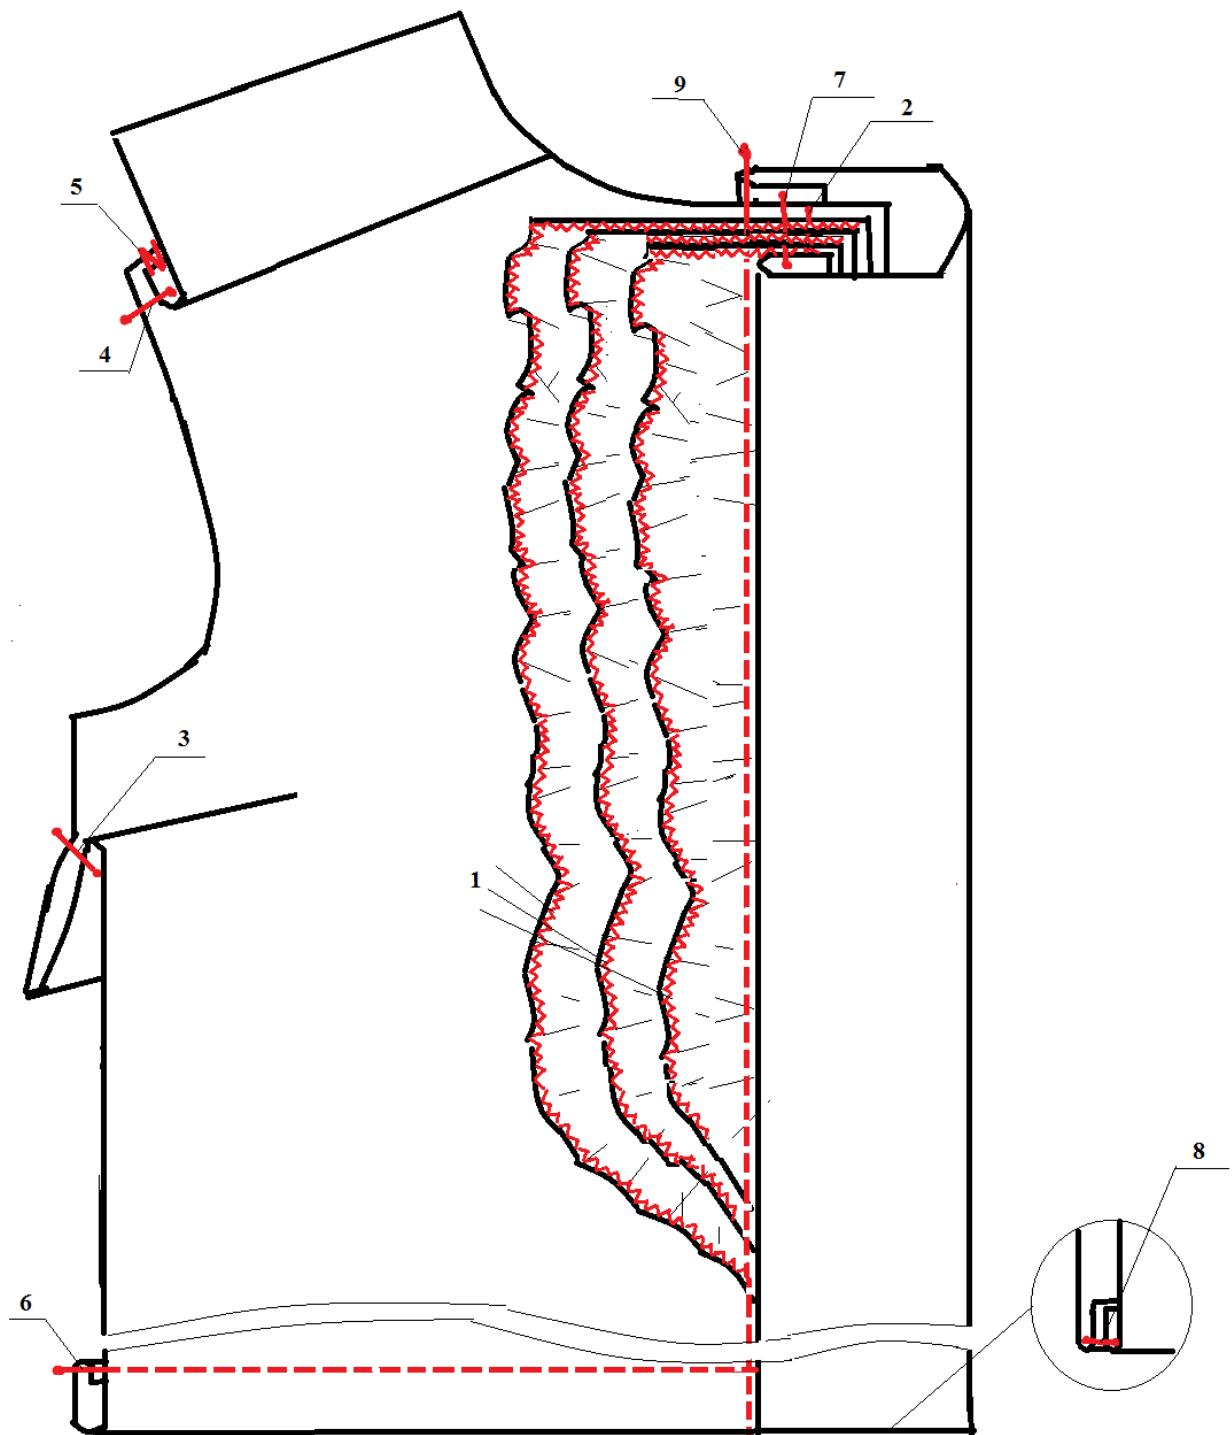

Рисунок 2 – Схема обработки полочки блузки
2) При пошиве можете воспользоваться рекомендованной технологической последовательностью изготовления, приведенной ниже (стр. 7), а также схемой обработки (стр. 8, рис. 2), или применить свой метод изготовления, не ухудшающий качество и полностью соответствующий заданному внешнему виду фрагмента модели женской блузки.
2. Обработать оборки: обметать короткие и отлетные срезы (строчка 1 на рис. 2), наложить все три оборки друг на друга и проложить сборкообразующие строчки, выполнить сборку.
3. Обработать нагрудную вытачку: стачать, к концу вытачки сводя строчку «на нет» (строчка 2 на рис. 2); заутюжить вытачку вниз.
4. Притачать кокетку (строчка 3 на рис. 2); припуски шва заутюжить в сторону кокетки и обметать.
6. Застрочить нижний срез полочки швом вподгибку с закрытым срезом (строчка 4 на рис. 2).
7. Притачать планку для застежки (строчка 5 на рис. 2); нижние срезы планки выступают на величину шва обтачивания за обработанный низ блузки; припуски заутюжить на планку.
9. Обтачивать нижний срез планки (строчка 6 на рис. 2), перегибая планку посередине лицевой стороной внутрь.
11. С лицевой стороны проложить строчку точно в шов притачивания планки (строчка 7 на рис. 2), прихватывая внутренний подогнутый край планки.